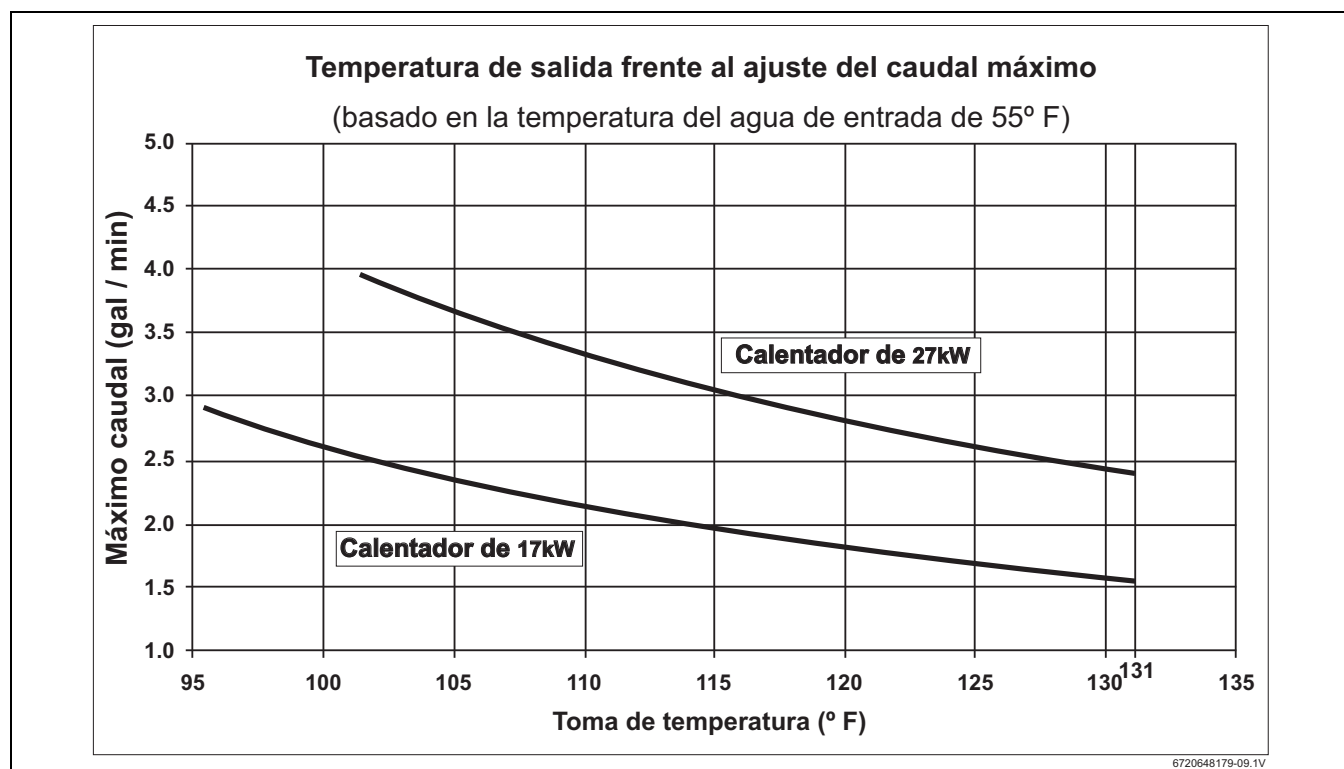

Fig. 11
- ▶ Ajuste la válvula de cierre de salida hasta que el rango de flujo de agua caliente corresponde con el valor en la Fig. 11 siguiente.
se muestra en la Fig. 11. Si se desea una toma de mayor temperatura de agua, a entonces, reduzca el rango de flujo y / o suministro de la unidad con 240 voltios.
La temperatura del agua de entrada es demasiado fría	Compruebe que el calentador es de tamaño apropiado para su ubicación geográfica. Gire el mando de la temperatura en la parte inferior del agua totalmente en el sentido de las manecillas del reloj para establecer la temperatura máxima. Asegúrese que los rangos de flujo dentro del calentador están dentro de las especificaciones. Consulte la Fig. 11 en la page 17 del manual. Se recomienda el uso de una válvula de aislamiento en la salida de agua caliente para el control de velocidad de flujo.
El control de temperatura de disco está activado demasiado bajo	Gire el control de disco de temperatura en la parte inferior de la derecha del calentador de agua para temperaturas más calientes. Consulte la Fig. 11 para la temperatura de salida vs variación del caudal.
El flujo de agua es demasiado grande	Ajuste el flujo de agua para mantenerse dentro de las especificaciones del calentador de agua. Vea la Fig. 11 de este manual.
Salida de las válvulas de cierre establecidas demasiado bajo	Ajuste la válvula de salida que se suministra con la instalación como se describe a continuación: <ul style="list-style-type: none"> • Abra completamente ambas válvulas de cierre de entrada y salida que se suministran con la instalación en el calentador. (si no hay ninguna instalada, instálelas antes de proceder). • Abra completamente el agua caliente en la llave de agua caliente con más alto flujo a la que le da servicio el calentador (por ejemplo, la bañera). • Cierre lentamente la salida de la válvula de cierre, disminuyendo el caudal de agua hasta que la temperatura en la llave de agua caliente se corresponda con los valores indicados en la Fig. 11 del manual, o se alcance la temperatura deseada del agua.
Cambio de rango de flujo. Abastecimiento de agua conectado a la salida de la unidad.	Los principales cambios en el rango de flujo puede afectar negativamente la temperatura del agua de salida del calentador. El aumento a partir de una llave principal abierta para varios accesorios funcionando a un mismo tiempo puede hacer que la temperatura fluctúe. Manténgase dentro de las especificaciones del calentador. Vea la Fig. 11.